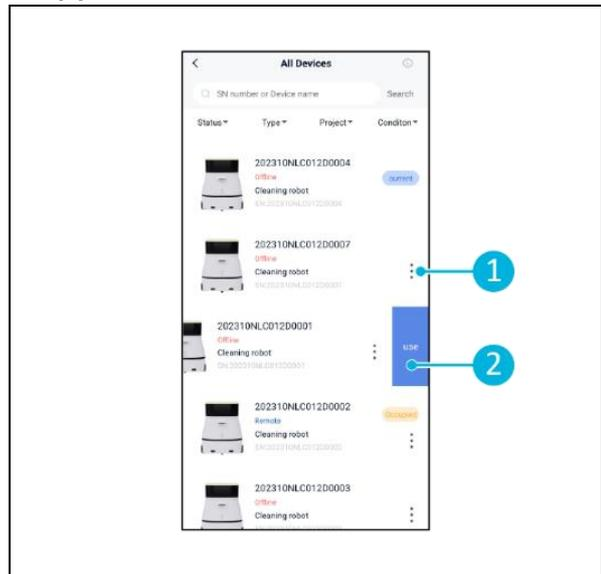

Figure 19
3. Sélectionnez l'option [\[trois points\]](#) (Figure 19, pos. 1).
4. Sélectionnez [\[utiliser\]](#) (Figure 19, pos. 2).